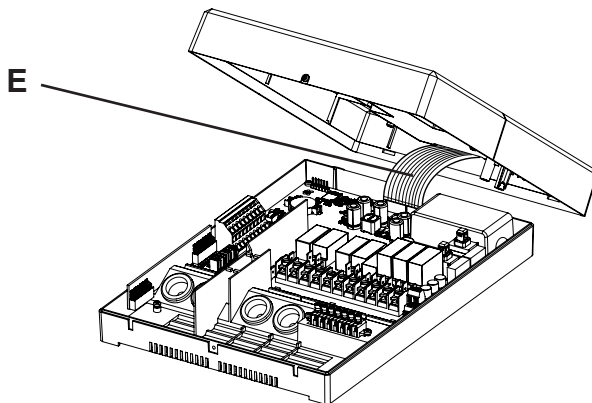

Fig. 3 Débranchage du câble-ruban
3. Tirez avec précaution le câble ruban **E** pour le défaire de la prise de raccordement (**Fig. 3**).